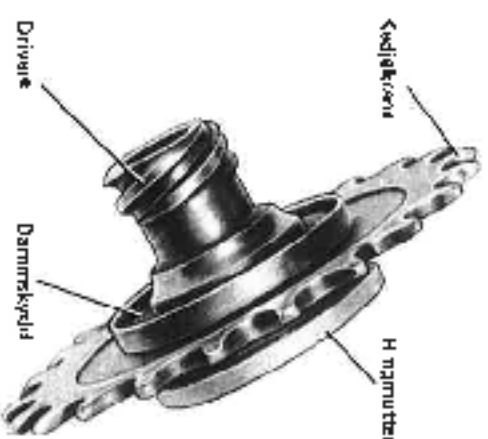

Bild 3. Kedjekrans m m
3. Sätt dit dammskyddet 8, skruva fast kedjekransen 7 och ningsmuttern 6 på drivaren 9, bild 3.